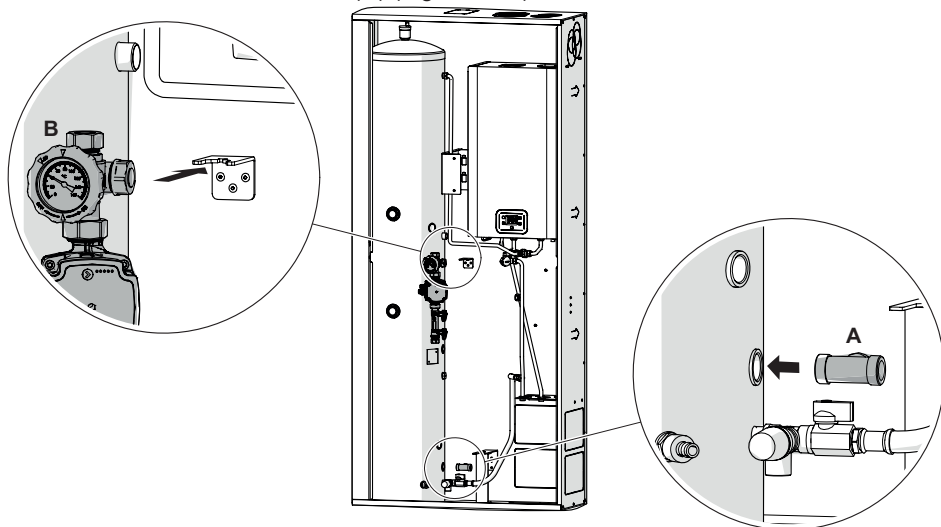
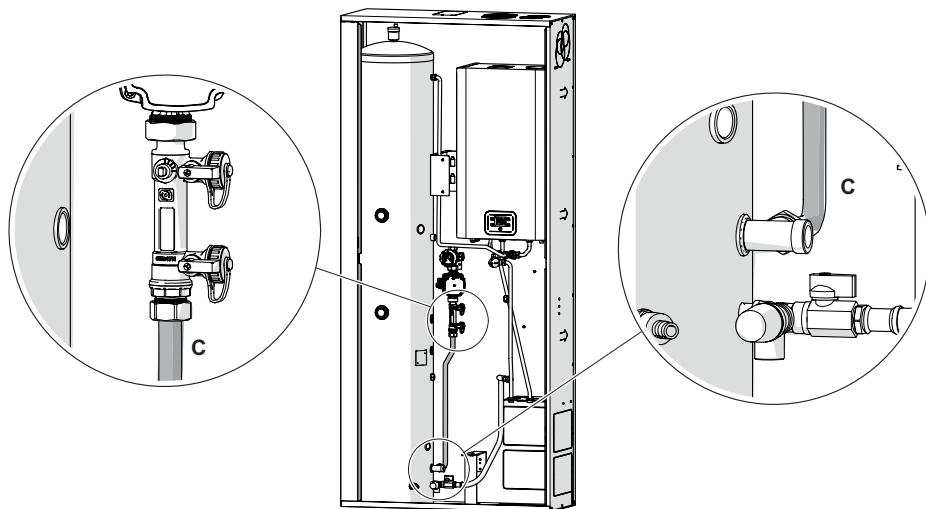

Figura 3.9
Figura 3.10
Posizionare la stazione solare (B) sull'apposita staffa (Figura 3.9) e collegare all'ingresso della stessa il 'tubo ritorno solare' (C) (Figura 3.10).